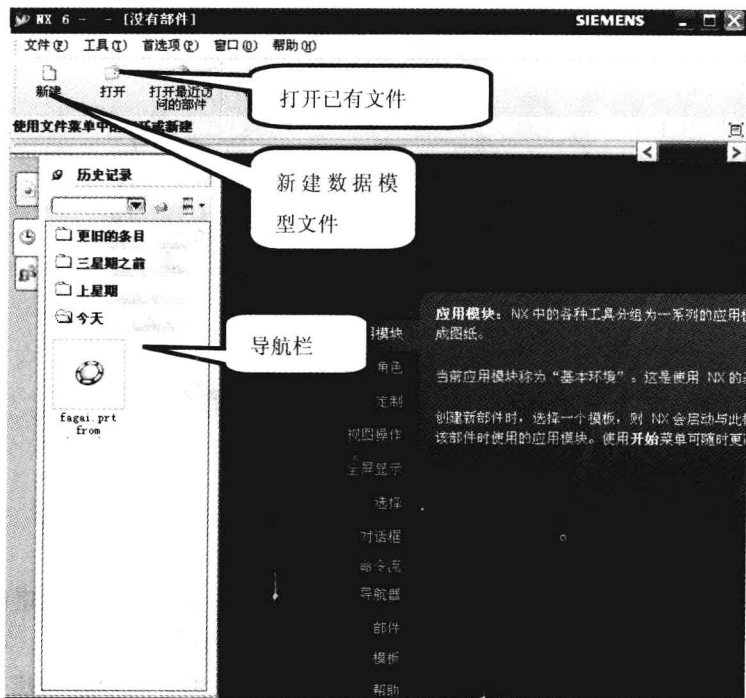

图 1-3 UG 初始界面
(1) 双击桌面的快捷图标, 打开 UG NX 6 软件, 出现 UG 界面, 如图 1-3 所示。